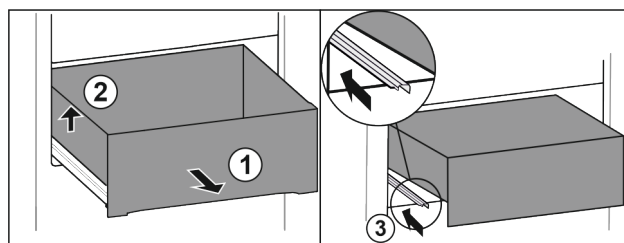

Fig. 126
- ▶ A fiókot ütközésig húzza ki. Fig. 126 (1)
- ▶ Emelje meg a fiók bal oldalát. Fig. 126 (2)
- ▶ Tolja be a bal oldali sínt. Fig. 126 (3)